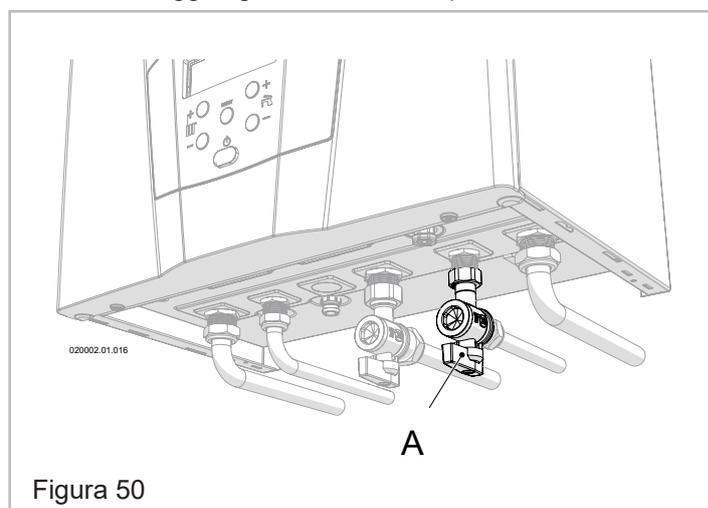

Figura 50
6. - Se la temperatura dell'acqua è troppo fredda occorre ridurre la portata attraverso il selettore "A" (Figura 50), fino al raggiungimento della temperature desiderata;